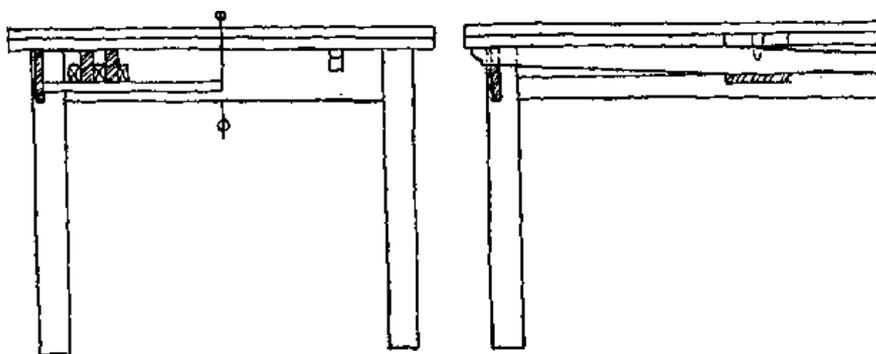

Fig. 163 — Mesa americana.
*Mesa americana* (Fig. 163). — Ao contrário da mesa elástica, na mesa americana são os tabuleiros que correm, enquanto o tampo, as barras e os pés ficam imóveis. Compõe-se de um tampo grande e de dois pequenos, sendo os três da mesma grossura, e ficando estes debaixo daquele, quando fechada.